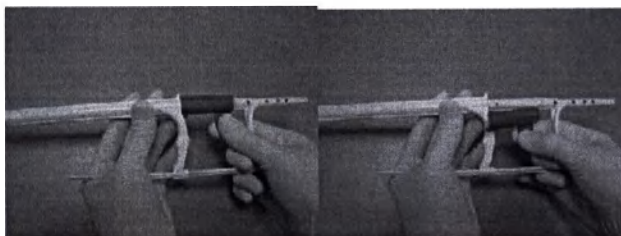

Рисунок 3 - Снятие транспортного фиксатора
- Саморасправляющийся стент зажат между проволочным проводником и оболочкой доставки стента. Непреднамеренное движение стента во время ретракции защитной оболочки ограничивается устройством введения. Защитная оболочка, предназначенная для доставки стента, имеет рентгеноконтрастную зону на дистальном конце. Дистальный конец катетера также является рентгеноконтрастным. Проксимальные и дистальные концы стента, загруженного в устройство доставки, имеют рентгеноконтрастные маркеры. Перед внедрением стента необходимо снять и утилизировать транспортный фиксатор (Рисунок 3).